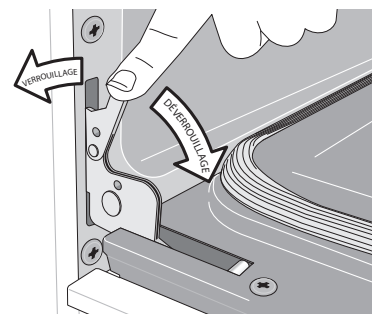

Figure 23 : Verrous des charnières de la porte
2. Abaissez complètement les verrous des charnières de gauche et de droite du cadre de la cuisinière vers la porte du four (Figure 23). Vous pourriez avoir besoin d'un petit tournevis à tête plate.